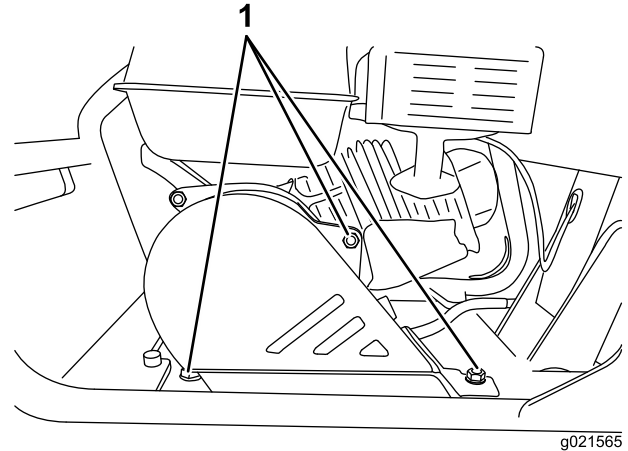

Figure 23
1. Retirez les boulons qui fixent le couvercle de la courroie en place (Figure 23).